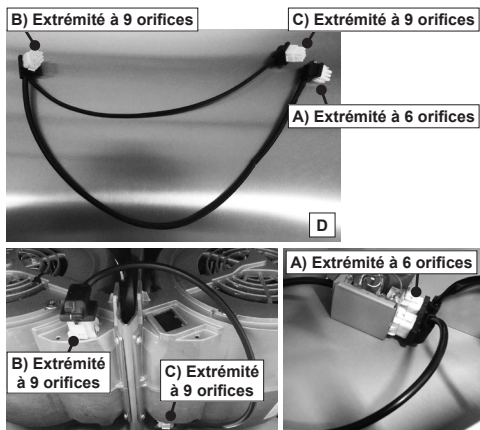

FIGURE 11
5. Branchez le câble de branchement **D** (qui se trouve à l'intérieur de la trousse du ventilateur interne 1 200 PCM PRO, n° d'article IB1200). Branchez l'extrémité à 6 orifices (**A**) au boîtier de connexion et l'extrémité à 9 orifices (**B-C**) aux deux moteurs (Figure 11).